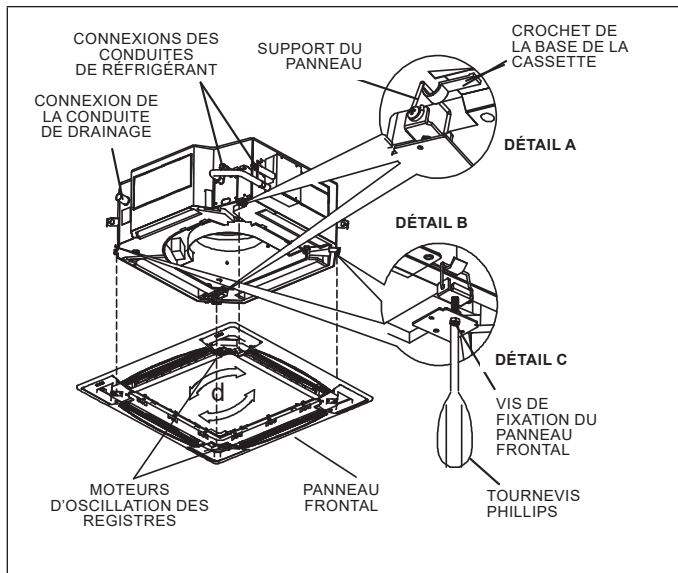

Figure 18. Installer le panneau frontal
- Placer les supports du panneau frontal dans les deux coins avec les moteurs d'oscillation des registres. Placer ces deux supports sur les crochets correspondants dans les coins de la base de la cassette. Voir détail A à la « Figure 18. Installer le panneau frontal ». Ensuite placer les autres supports des deux autres coins sur les crochets correspondants de la base de la cassette comme illustré par le détail B de la « Figure 18. Installer le panneau frontal ».
- Serrer les vis des supports du panneau frontal situées juste en dessous de chaque support. Voir détail C à la « Figure 18. Installer le panneau frontal ». Au besoin, ajuster le panneau frontal en le faisant tourner légèrement dans le sens des aiguilles d'une montre pour s'assurer que le panneau est correctement aligné avec la base de la cassette.